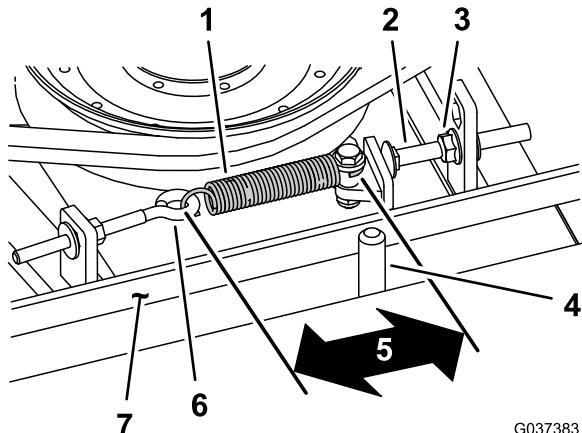

Bild 113
Bei richtiger Spannung sollte die Messung innen an der Verlängerungsfeder (Haken zu Haken) ungefähr 8,3 cm ± 9,5 cm betragen. Wenn die Federspannung richtig ist, stellen Sie die Anschlagschraube (Schlossschraube) ein, bis der Abstand zwischen dem Schraubekopf und dem Spannarm ungefähr 2-5 mm beträgt (Bild 113).
Hinweis: Achten Sie darauf, dass der Riemen auf der Federseite der Riemenführung positioniert ist (Bild 113).
2. Lockern Sie den Augenbolzen (Bild 113).
3. Lösen Sie die Bundmutter, mit der die Anschlagschraube an der Befestigungsnase befestigt ist, und schieben Sie die Spannscheibe vom Riemen weg (Bild 113).
9. Setzen Sie die Verlängerungsfeder (Bild 113) wieder in den Augenbolzen ein und spannen Sie den Riemen wie folgt: